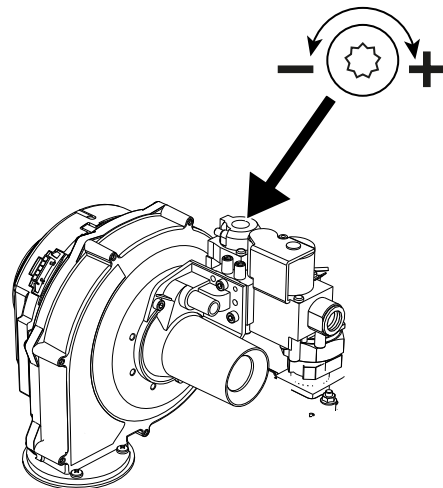

fig. 95 - Vite di regolazione della minima portata OFFSET
- Nel caso in cui i valori non corrispondano a quelli indicati, regolare la CO₂ attraverso la vite di regolazione, OFFSET (vedi fig. 95), riportandoli a quelli indicati.